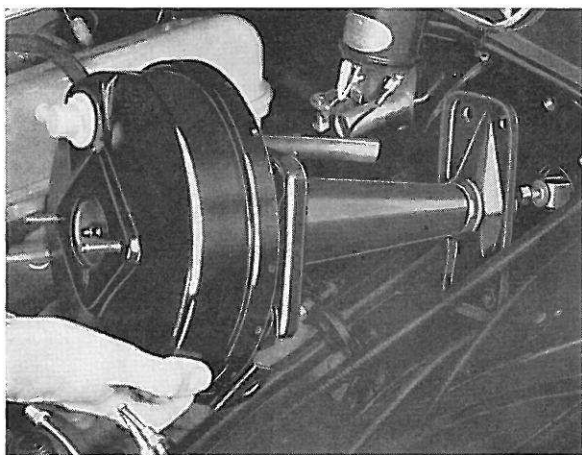

Figure 92. Dépose de la servocommande
4. Enlever les vis de fixation du pied de montage et déposer la servocommande, voir figure 92.